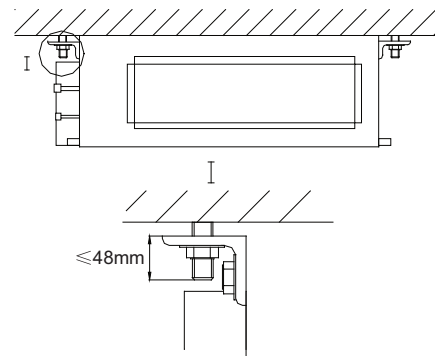

Figure 28 – Installation du module intérieur
3. Installez le module intérieur sur le plafond, comme indiqué à la figure 28.